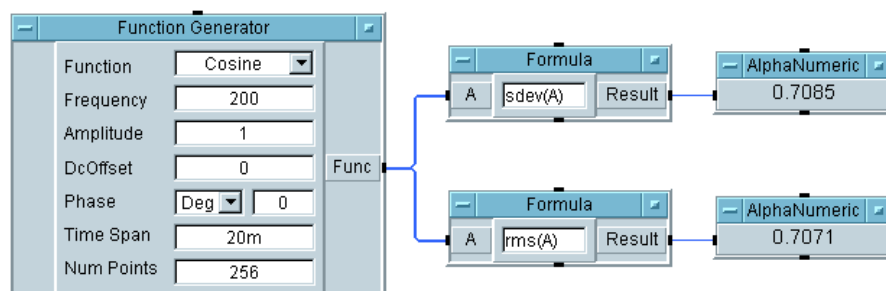

図 4-7. VEE 関数を使った Formula の例
5. プログラムを実行します。図 4-7 に示したように、これらの関数を Formula オブジェクトに入れると、プログラムは、独立したオブジェクトとして使用した場合と同じ答えを表示します。